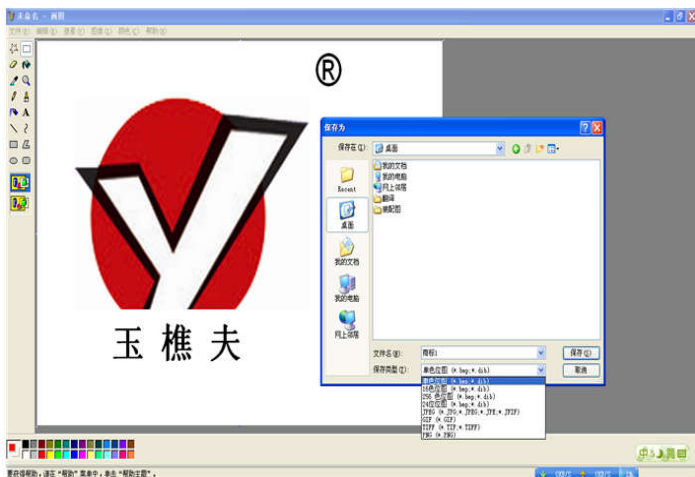

图 3-18：另存为单色位图 BMP 格式
- 依次找到开始菜单-所有程序-附件-画图工具，在画图工具中打开需要打印的商标，点击“文件”选项中的“另存为”，将商标改为单色位图 BMP 格式并保存到桌面，如图 3-18，